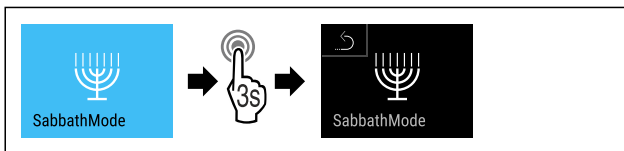

Fig. 13
- Efectuați pașii de acțiune (vezi Fig. 13).